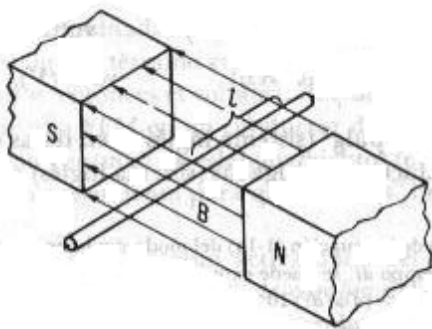

FIGURA 1-2
- El conductor que se muestra en la figura 1-2 tiene una longitud activa de 6 pulgadas. Si la densidad de flujo es 15000 líneas/pulg² y si el conductor tiene una velocidad uniforme de 50 pulgadas por segundo, calcular el voltaje, promedio e instantáneo, inducido en el conductor cuando éste se mueve a través del campo en
- El conductor que aparece en la figura 1-2 tiene una longitud activa igual a 0.15 m. La densidad de flujo es 1.6 tesla (o sea, 1.6 Wb/m²), y la velocidad del conductor es 2m/s. Si la velocidad es uniforme, calcular el voltaje promedio e instantáneo inducido en el conductor.